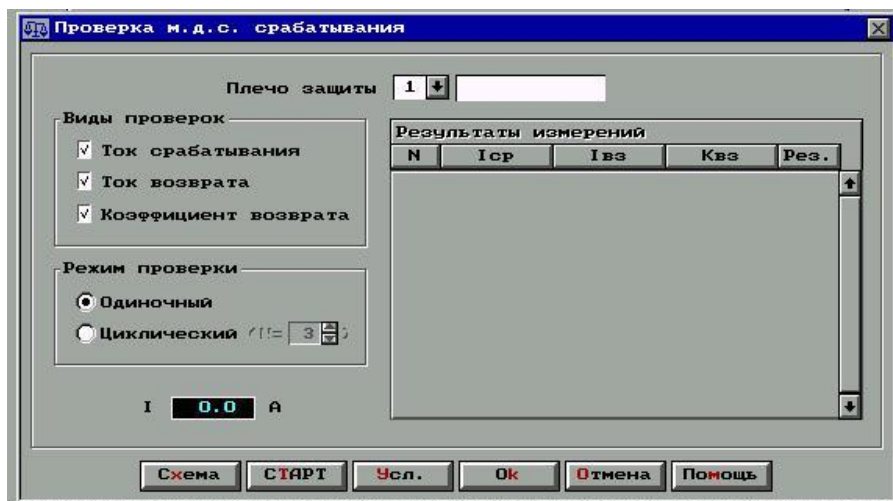
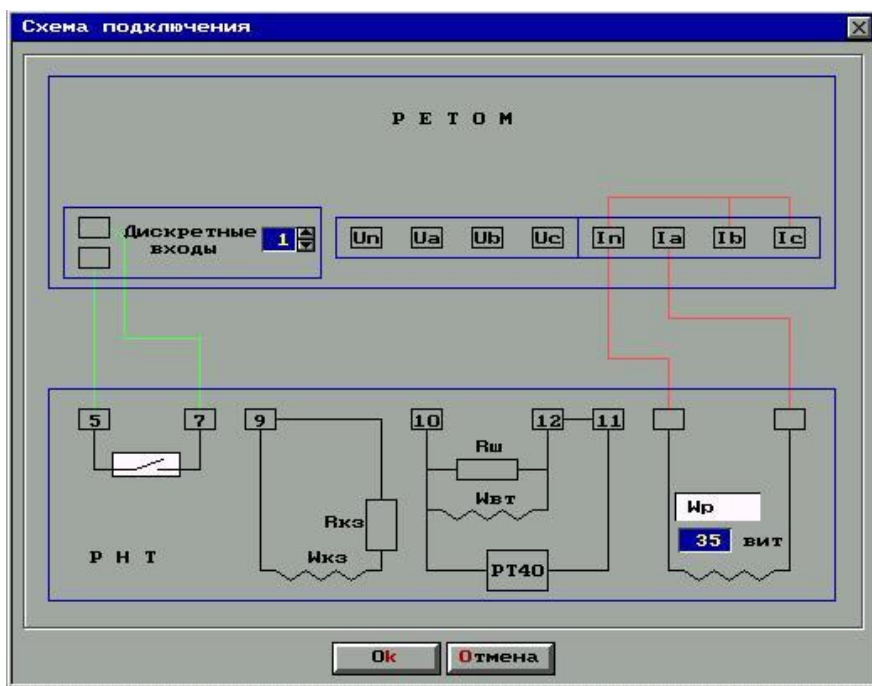

Рис. 11.7. Окно *Проверка м.д.с. срабатывания*
Рис. 11.8. Схема подключения реле РНТ-560
**Проверка МДС и первичного тока срабатывания.** В панели управления (рис. 11.1) нажмите кнопку Проверка м.д.с. срабатывания. В рабочем окне (рис. 11.7) нажмите кнопку **Схема** и подключите реле по схеме (рис. 11.8). На короткозамкнутой обмотке выставляется заданное значение сопротивления  $R_{кз}$ .